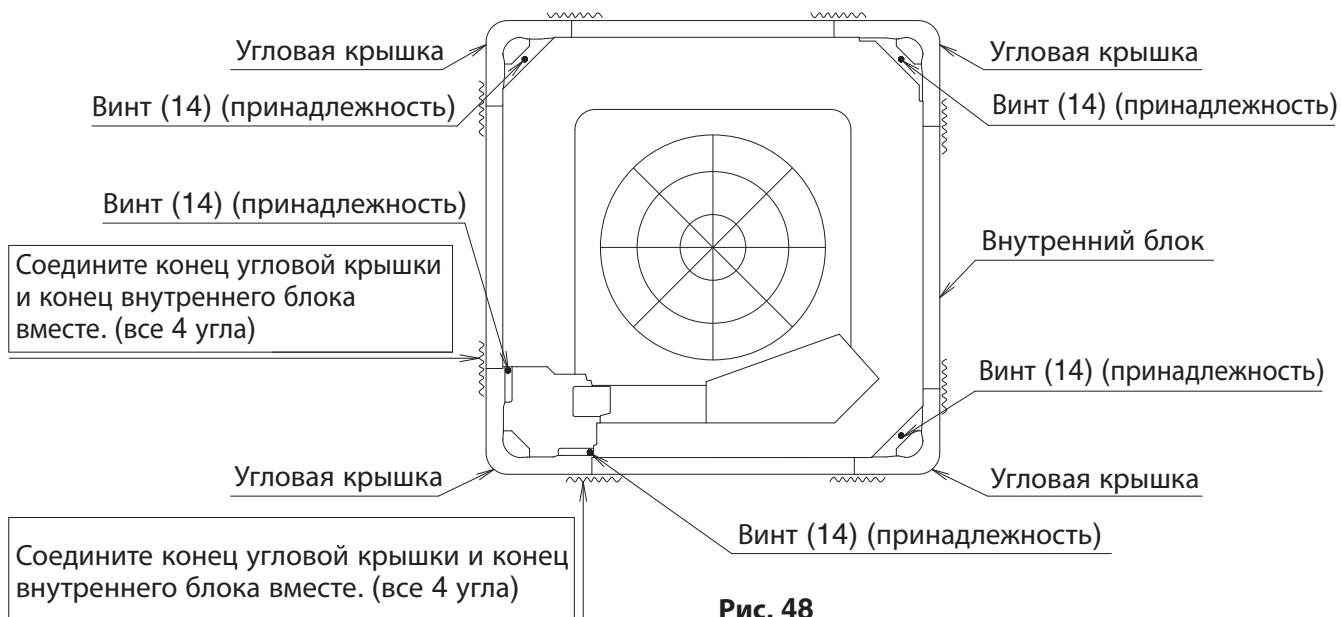

Рис. 48
- Прикрепите угловую крышку к внутреннему блоку. Затем зафиксируйте угловую крышку с помощью прилагаемых винтов (14), одновременно нажимая на угловую крышку так, чтобы конец угловой крышки и конец внутреннего блока соприкасались. (См. рис. 48)